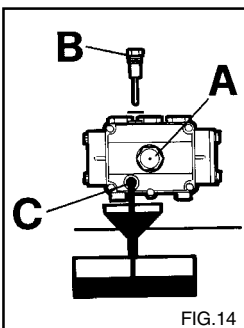

FIG.14
2) Irrota korkki mittatikulla (fig. 14).